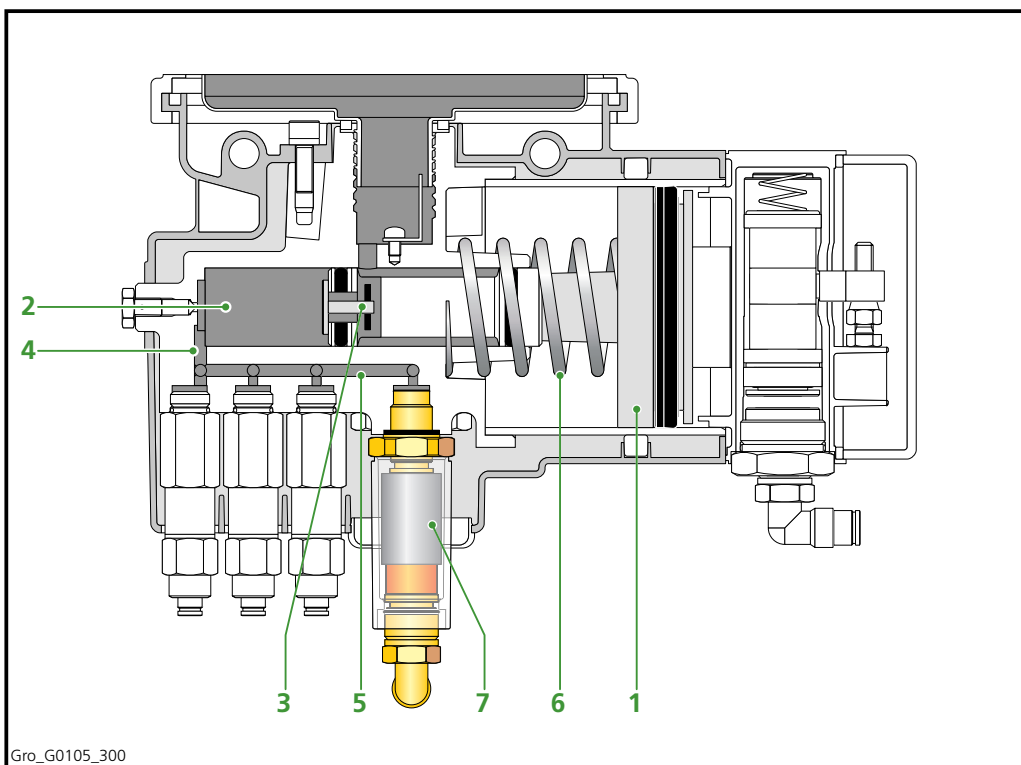

Abbildung 3.1 Plungerpumpe
Wenn der Bremszähler dafür sorgt, dass Luft aus dem Luftbehälter in den Raum hinter dem Luft- bzw. Fettkolben (Abbildung 3.1) strömt, wird der Kolben zur Seite gedrückt. Das Fett, das jetzt in Kammer (2) unter Druck steht, drückt das Ventil (3) gegen den Ventilsitz und versperrt somit den Rückweg in den Fettbehälter (das Rückschlagventil). Fett wird aus der Kammer (2) durch den Kanal (4) in die Fettkammer (5) über den Dosierern gepresst. Die Dosierer bringen dann bei vollem Systemdruck das Fett durch die Fettleitungen an die Schmierstellen. Am Ende der Pumpphase sinkt der Druck hinter dem Luft-/Fettkolben (1) und der Kolben wird durch die Feder (6) in seine Ausgangsposition zurückgedrückt. Gleichzeitig wird durch den Unterdruck in Kammer (2) das Ventil (3) geöffnet und Fett aus der Fettkartusche angesaugt.